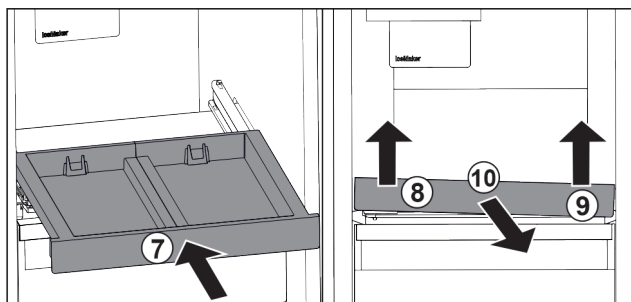

Fig. 125
- ▶ Вкарайте изтеглящата се дъска. Fig. 125 (7)
- ▶ Повдигнете изтеглящата се дъска отпред отляво. *Fig. 125 (8)*
- ▶ Повдигнете изтеглящата се дъска отпред отясно. *Fig. 125 (9)*
- ▶ Извадете изтеглящата се дъска напред. *Fig. 125 (10)*